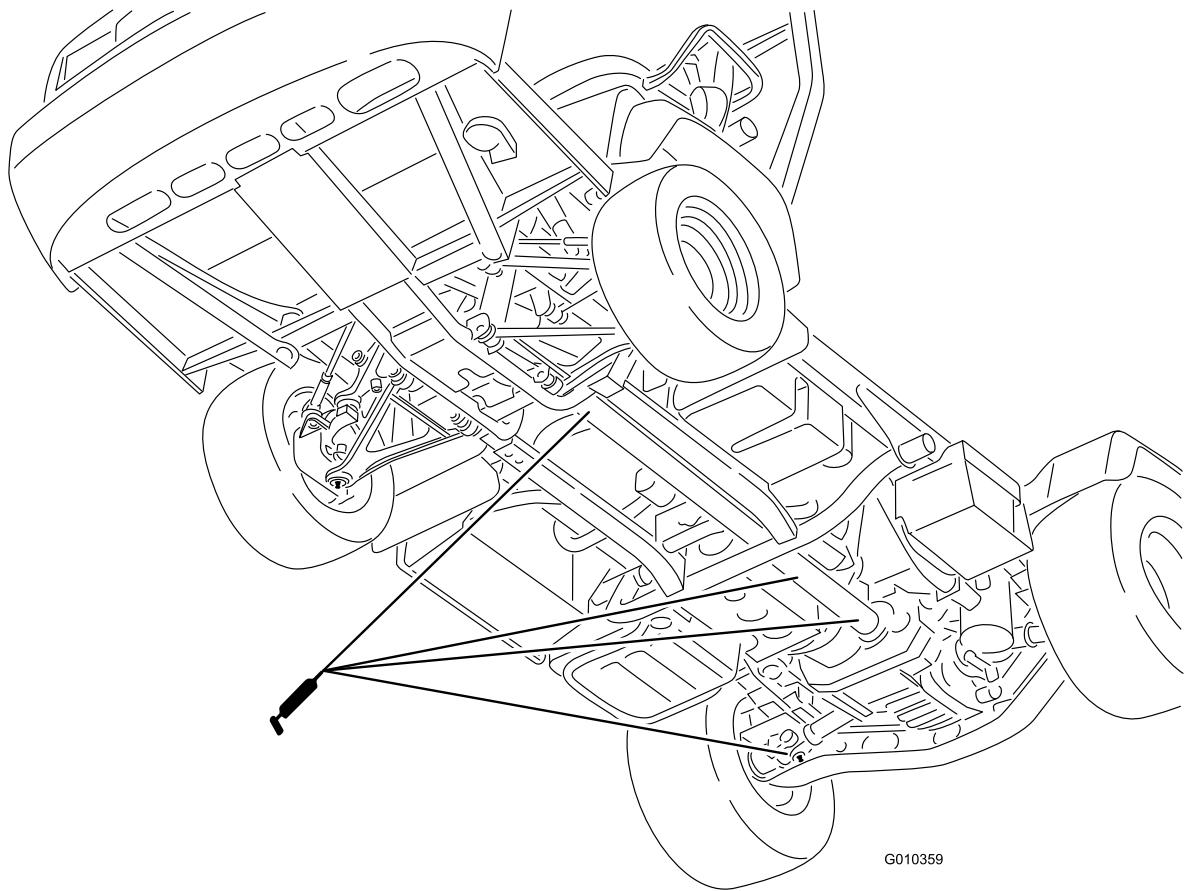

Figure 42
- Joint de cardan (18) et arbre de transmission aux 4 roues motrices (3) (Figure 42)